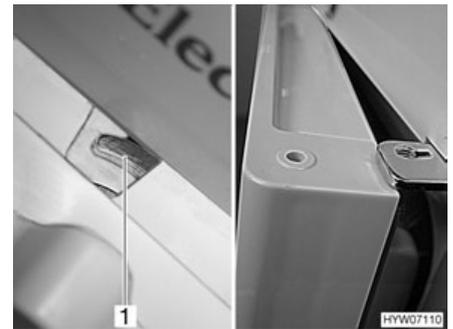

Fig. 218 Puerta del frigorífico en posición de ventilación (Dometic de la serie 7)
- Empujar el bloqueo completamente hacia la derecha. La puerta del frigorífico se fija con ayuda del bloqueo (Fig. 218,1). De este modo, la puerta del frigorífico quedará ligeramente abierta (Fig. 218).